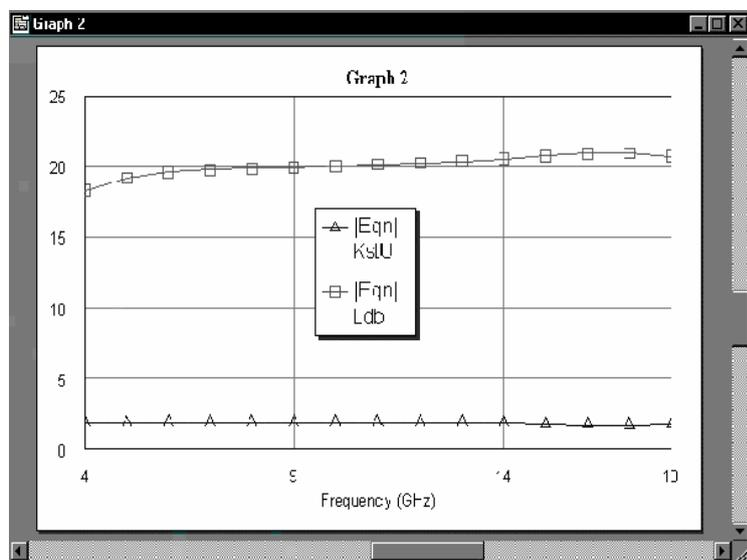

Рис. 2.28
1. Щёлкните левой кнопкой мышки по значку **Analyze** на панели инструментов. Результаты анализа отображаются на графике рис. 2.28.